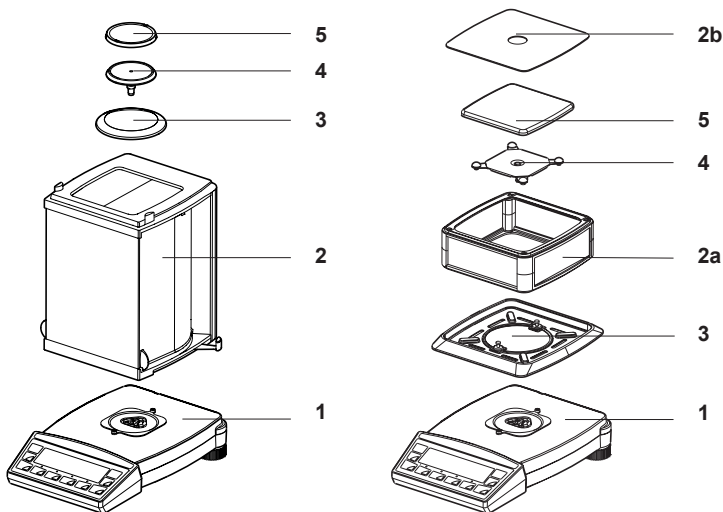

Abb. 2.1 Ihre Waage
Die Waage besteht aus dem Waagenkörper (1), dem Waagschalenhalter (4) und der Waagschale (5), welche je nach Ausführung quadratisch (Abb. 2.1, rechts) oder rund (Abb. 2.1, links) ist.
Je nach Ausführung (siehe Kap. 2.3 "Daten und Kenngrössen") besitzt die Waage zusätzlich einen kleinen (Abb. 2.1, rechts) oder grossen (Abb. 2.1, links) Windschutz (2) und/oder einen Schutzring (3).